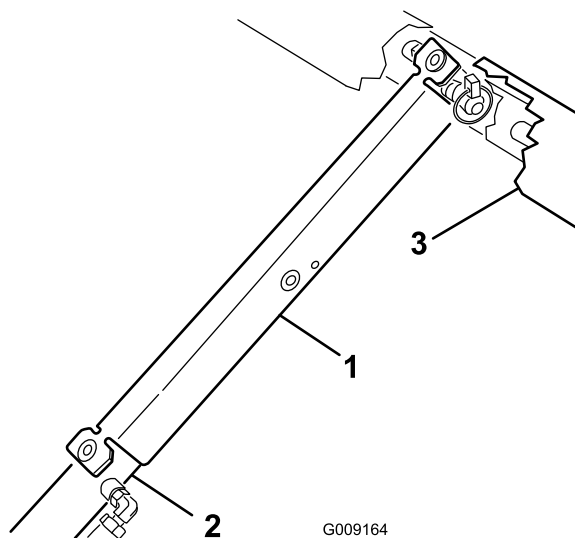

Figura 12
9. Coloque el soporte de la plataforma a presión sobre la varilla del cilindro, asegurándose de que los extremos del soporte descansan sobre el extremo del cilindro y sobre la rótula (Figura 12).